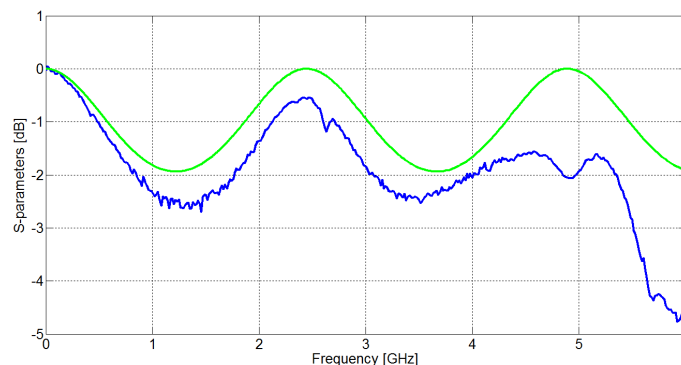

Figura 7: Comparación simulación y medición para líneas de 50 Ω (transmisión).
2. Grafique en Matlab ó AWR los mismos parámetros de dispersión para las dos líneas seleccionadas. Por ejemplo, en la figura 7 se muestra el gráfico de los parámetros S_{22} de las dos líneas de $Z_0=100 \Omega$, tanto la larga (azul) como la corta (verde). Para este paso, utilice la función “Sparameters_Graph” ó “Sparameters_Graph_AWR” (Opcional) ó AWR. Anote sus observaciones para su posterior análisis.